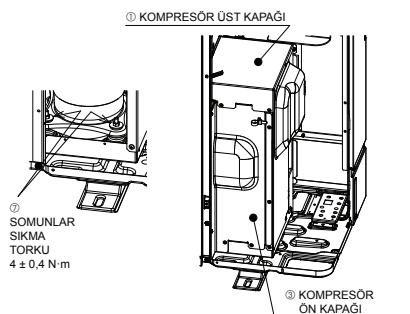

Fig. 4-2
- KOMPRESÖR sabit parçalarını söktükten sonra somunları sıkın ve KOMPRESÖR ÜST KAPAGININ ve KOMPRESÖR ÖN KAPAGININ eski haline geri döndüründen emin olun. (Fig. 4-2)